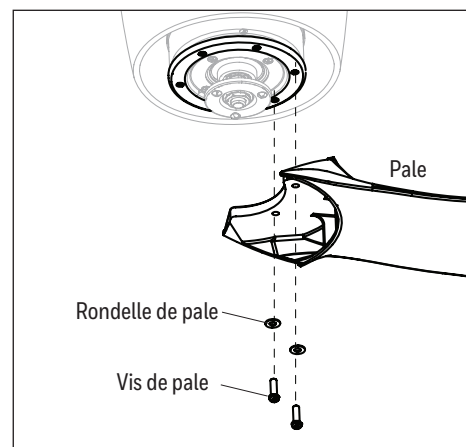

Figure 4.3
- Alignez les trous de la pale sur les deux trous pour vis de pale sous l'ensemble moteur. Fixez la pale à l'aide de deux vis de pale et de deux rondelles de pale. Répétez cette étape pour les autres pales (Figure 4.3).